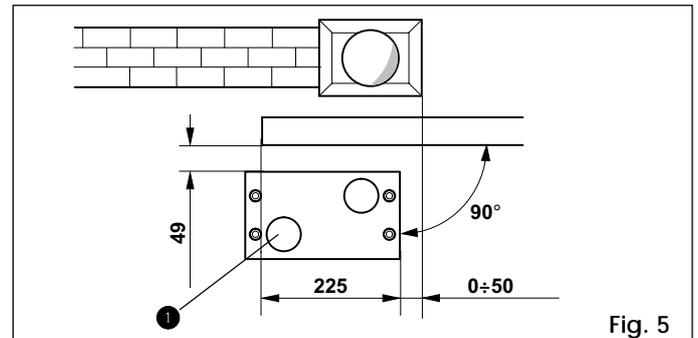

Fig. 5
- 2) La plaque de fondation à sceller doit être impérativement positionnée comme indiqué Fig.5 (fermeture vers la droite)